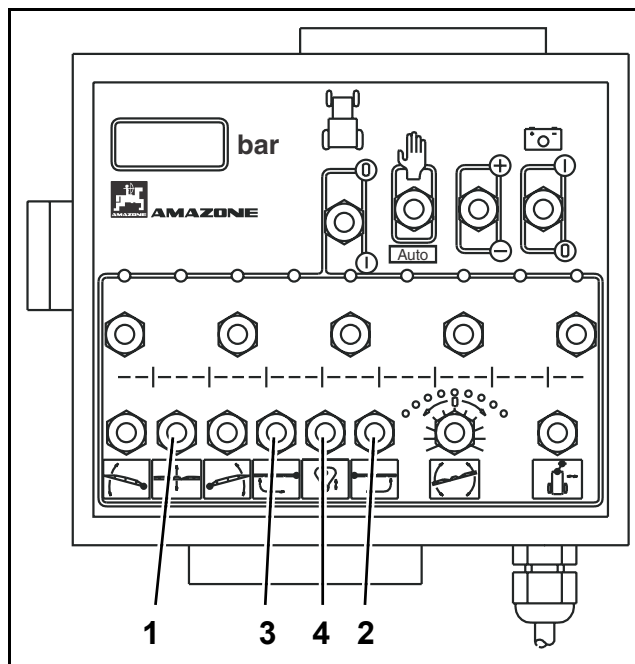

Fig. 8.38
- En actionnant l'interrupteur (Fig. 8.38/1) correspondant à la fonction montée/descente hydraulique, montez la rampe à mi-hauteur.
- **Verrouiller la compensation tri-directionnelle en position de transport en appuyant sur la touche (Fig. 8.38/4).**
- Maintenez la touche (Fig. 8.38/3) appuyée en position "replier", jusqu'à ce que les différents segments du bras gauche de la rampe soit complètement repliés.
- Maintenez la touche (Fig. 8.38/2) appuyée en position "replier", jusqu'à ce que les différents segments du bras gauche de la rampe soit complètement repliés.